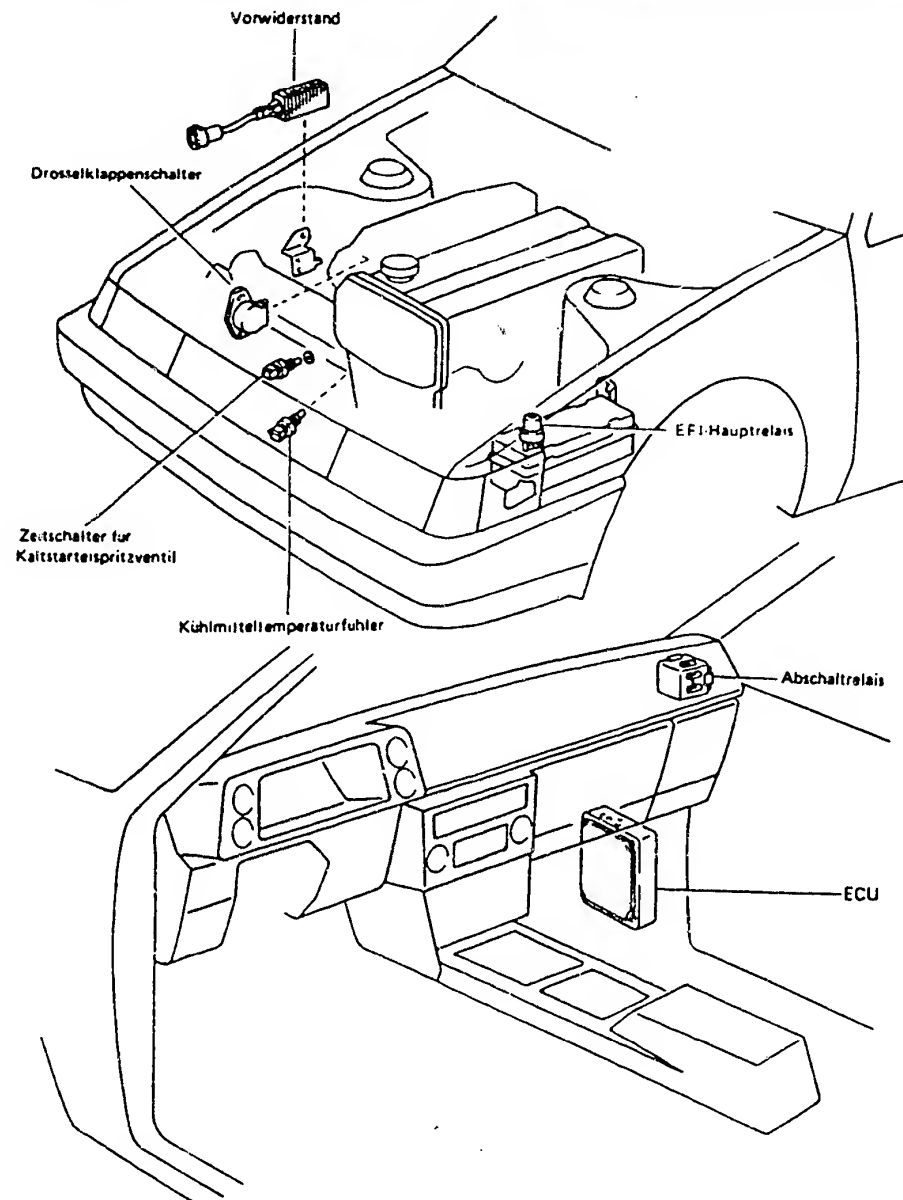

Bild 45
a) Die **Benzinpumpe** ist über ein Abschaltrelais so geschaltet, dass sie nur bei drehendem Motor läuft. Das entsprechende Signal wird vom Luftmengenmesser abgenommen. Das Abschaltrelais ist vorne rechts unter dem Armaturenbrett eingebaut (Bild 45).
b) Um Messungen am **elektronischen Steuergerät** (Lage siehe Bild 45) durchzuführen, muss die Kunststoffverschalung abgenommen werden.